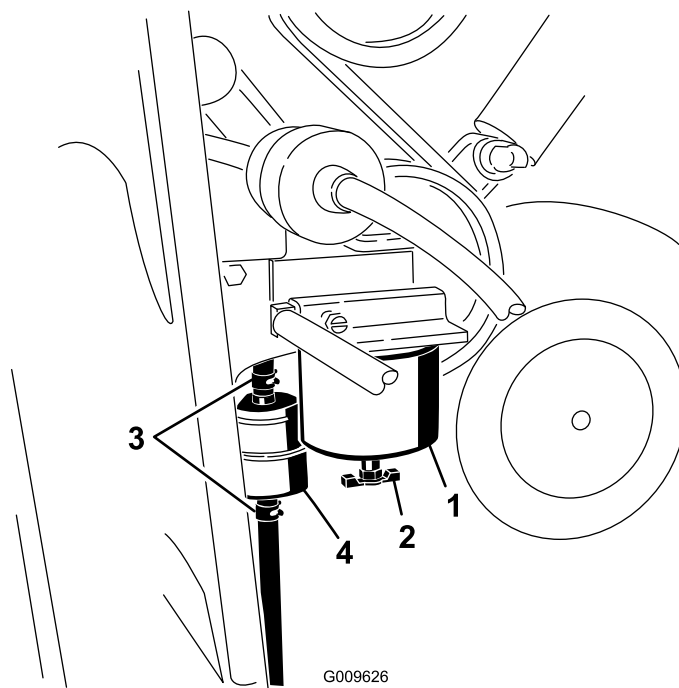

Figure 37
1. Localisez le filtre à carburant situé du côté droit du moteur (Figure 37) et placez un récipient dessous.
1. Localisez les filtres à carburant situés sur le côté droit du moteur (Figure 37) et placez un récipient dessous.
2. Nettoyez la surface autour des supports de la cartouche du filtre (Figure 37).
3. Déposez la cartouche et nettoyez la surface de montage (Figure 37).
5. Installez la cartouche à la main jusqu'à ce que le joint rejoigne la surface de montage. Serrez ensuite la cartouche d'un demi tour supplémentaire (Figure 37).
6. Localisez le filtre en ligne derrière la cartouche du filtre à carburant (Figure 37) et notez le sens de la flèche sur le côté du filtre en ligne.
7. Ouvrez les colliers à chaque extrémité du filtre en ligne et débranchez les flexibles (Figure 37). Mettez le filtre au rebut.
8. Branchez les flexibles au bout d'un filtre neuf (Figure 37) en veillant à pointer la flèche qui se trouve sur le filtre dans le même sens que sur l'ancien filtre.